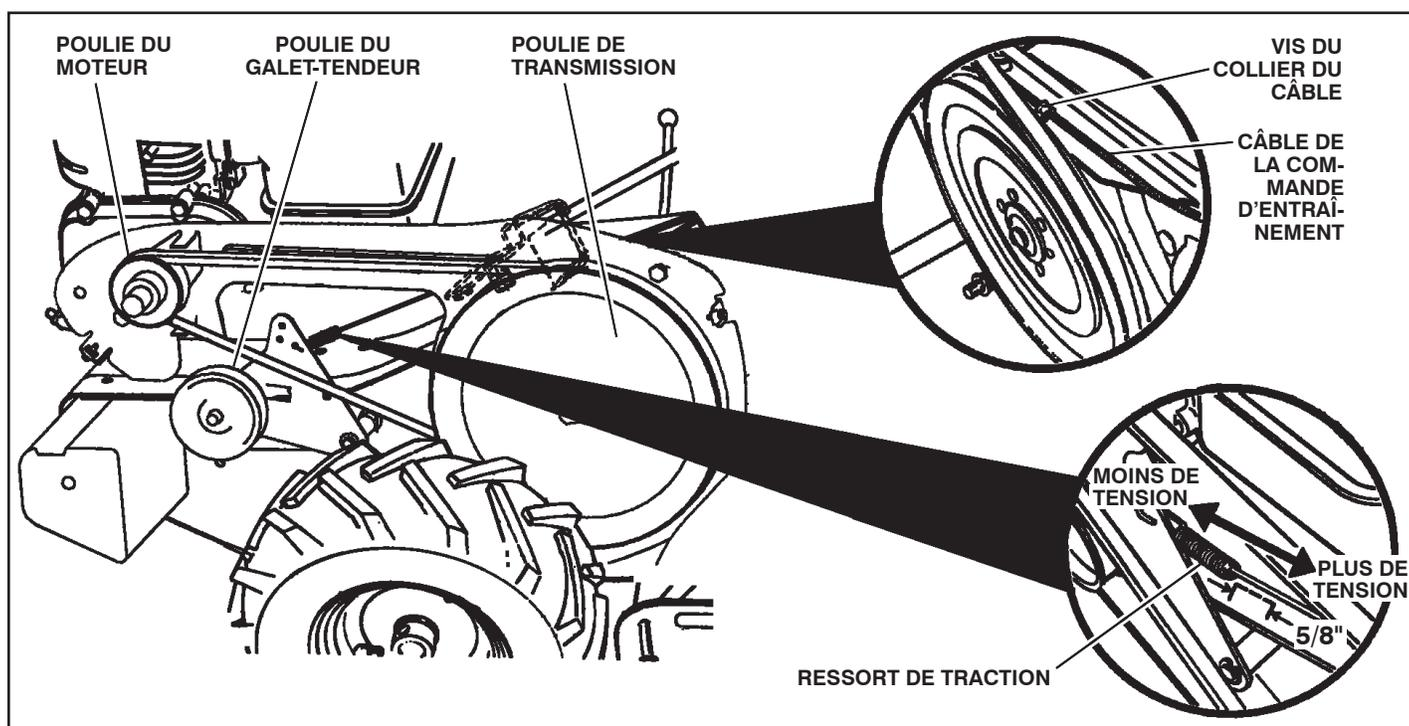

Fig. 26
## RÉGLER LA COURROIE D'ENTRAÎNEMENT À TERRE (Voir la fig. 26)
- Les nouvelles fraises devraient être montées comme illustré dans la figure 26. Les bords de fraise aiguisés tourneront en arrière à partir d'en haut.